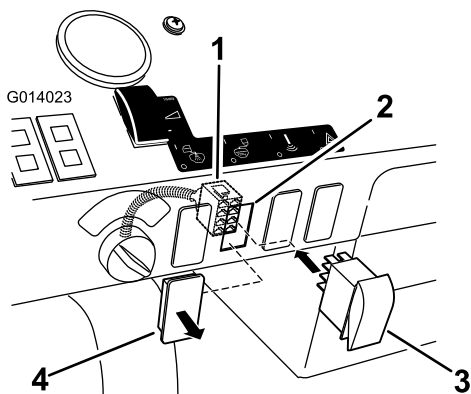

図 29
1. ダッシュボード上で、エダクタ・スイッチ用のプラグを探し出す（図 29）。イグニッション・キーから2番目のプラグ（穴）がそれである。
2. ダッシュボード上のプラグを外して穴にする (図 29)。
4. ダッシュボードを通してボックスコネクタにスイッチを取り付ける (スイッチについている LED が上位置になるように) (図 29)。